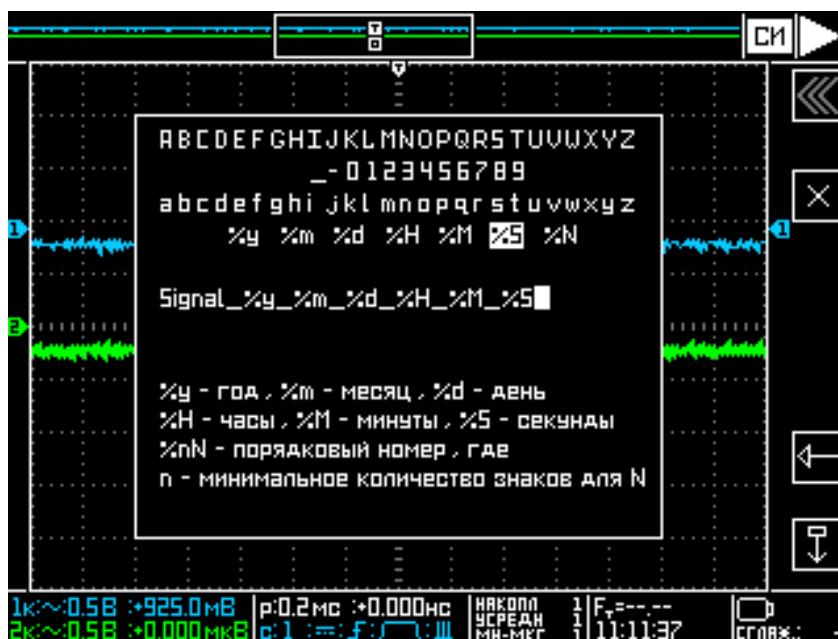

Рисунок 3.2 – Окно "ПАМЯТЬ / ВНЕШН ЗУ / МАСКА" (Пример)
1) выберите пункт "МАСКА" (см. рисунок 3.2), в открывшемся меню ручкой "УСТАНОВКА" выберите символ. Доступны латинские строчные и прописные буквы, цифры, знак подчеркивания, тире и спецсимволы: